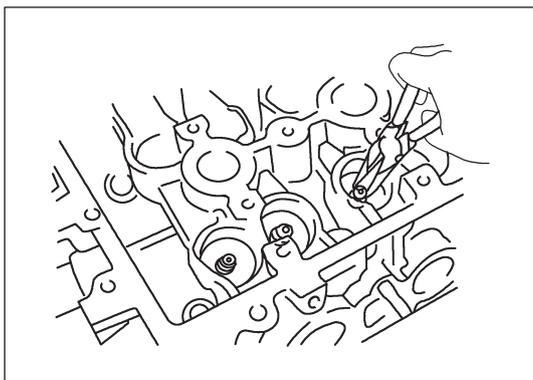

Рис. 12-3-6. Снятие маслосъемных колпачков клапанов при помощи острогубцев
① Снять маслосъемные колпачки при помощи острогубцев, как изображено на рис. 12-3-6.